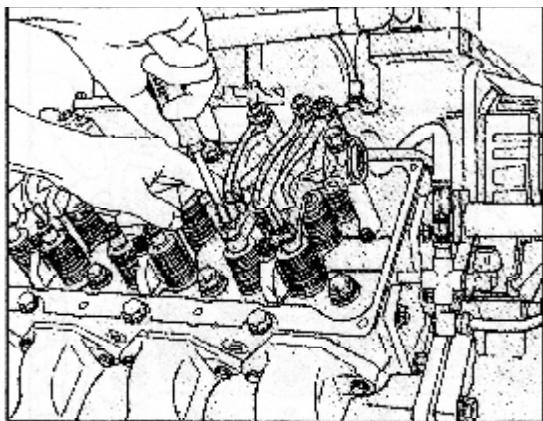

Рис. 2-33. Настройка коромысла (OM 1039L)
3. Закрутите настроочный винт крестовины, пока он не коснется вала клапана. Рис. 2-33.